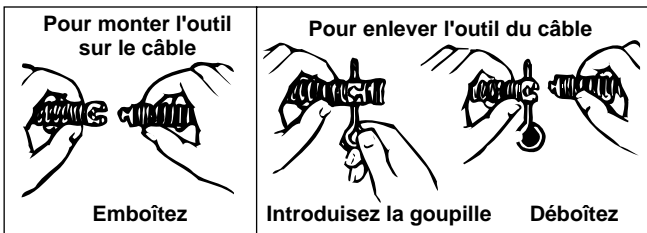

Figure 1 – Accouplement et désaccouplement des câbles et outils
**NOTA! Le raccord rapide (Figure 1) est le moyen le plus pratique de changer d'outils et de câbles. Des raccords rapides peuvent être adaptés à tous les outils et câbles existants.**